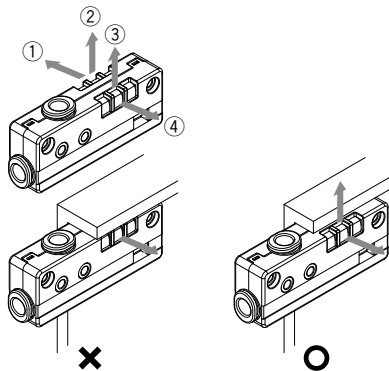

図10
④ 排気口
ボックス形製品を取付ける場合、図10の①~④に示した4つの排気方向の内、必ず2ヶ所以上を開放してご使用ください。3方向以上を塞いだ場合、排気エアの背圧により、エジェクタの真空性能が低下します。